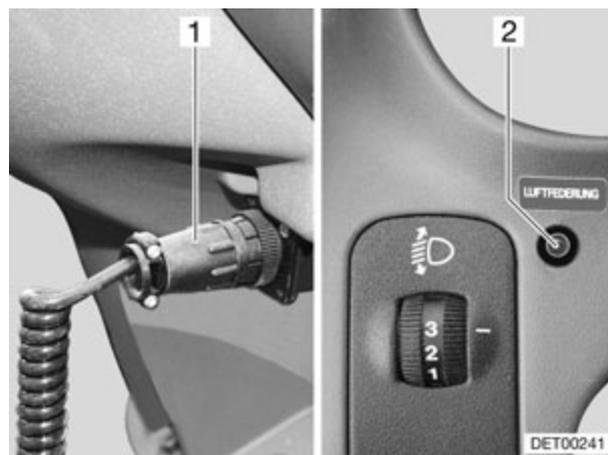

Fig. 7 Suspension pneumatique
- ▷ Toujours laisser la télécommande branchée dans la prise de courant (Fig. 7,1) prévue à cet effet. Sans quoi le réglage des niveaux et la surveillance du système ne peuvent être effectués correctement.
Le voyant de contrôle (Fig. 7,2) sur le tableau de bord indique les états de fonctionnement de la suspension pneumatique de l'essieu arrière.